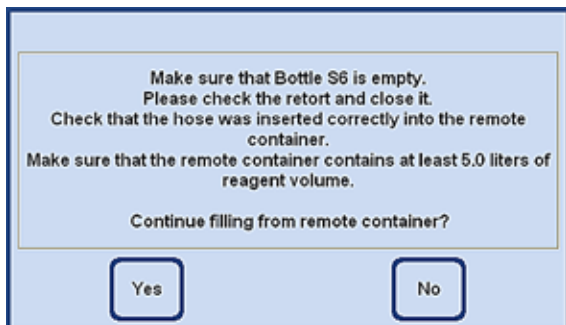

Рис. 170
- Когда всё будет готово, запустите заполнение кнопкой **YES** (рис. 170).